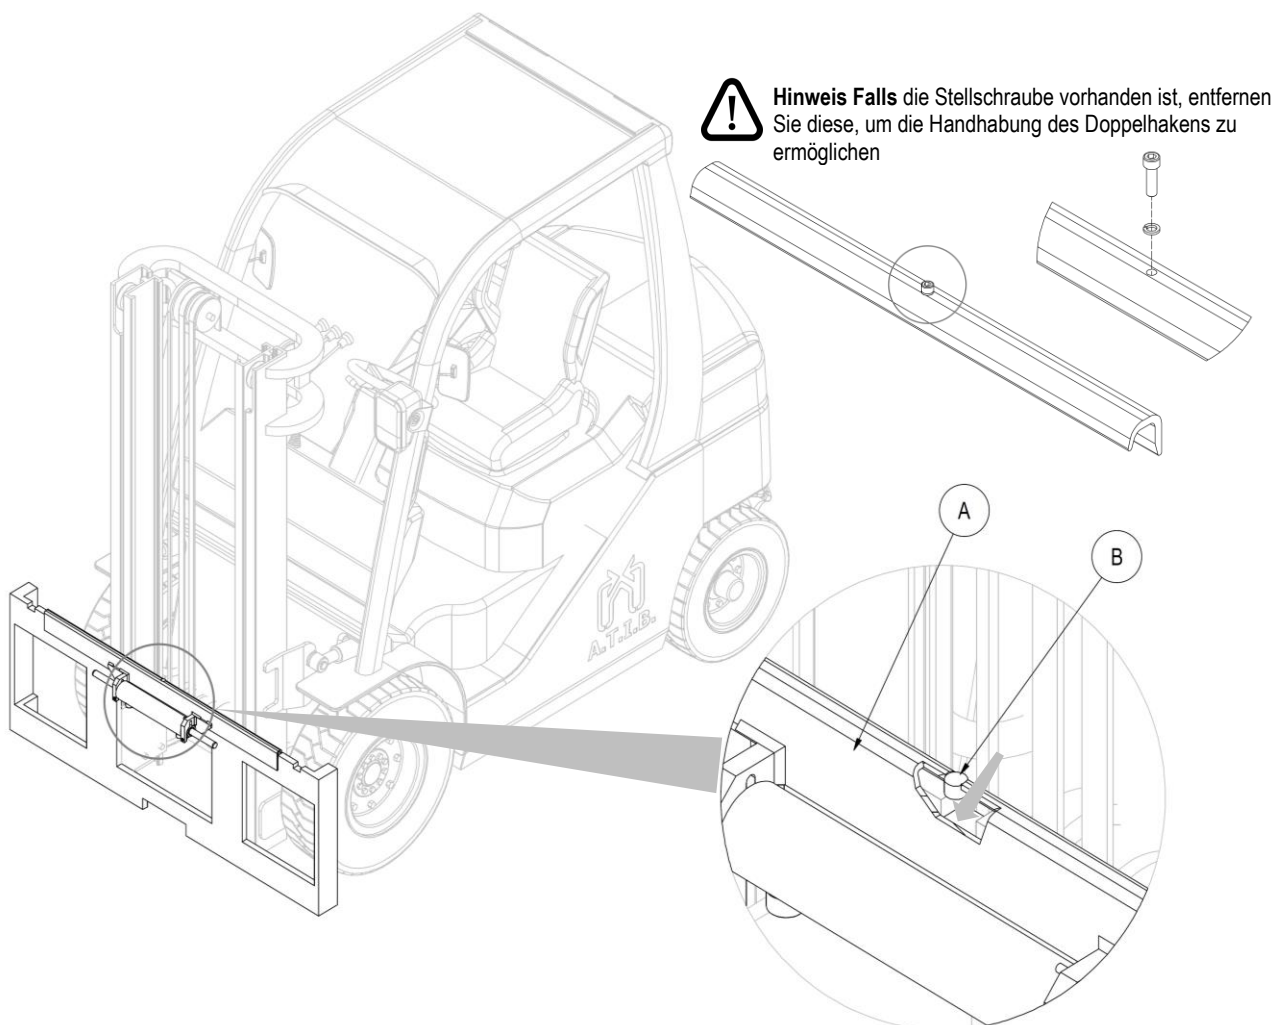

Abbildung 6
4. Nehmen Sie manuell das Gleitprofil **A** (mit dem entsprechenden Zylinder) und positionieren Sie es auf dem oberen Profil des Gabelträgers. Bitte darauf achten, dass der Zentrierstift **B** in die mittlere Kerbe des Gabelträgers einpasst (siehe *Abbildung 6*).